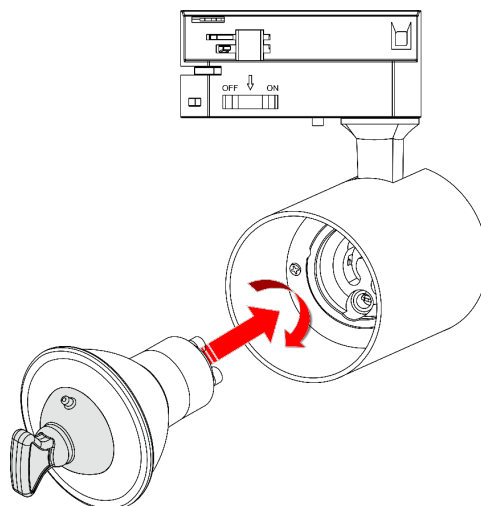

Abb. 05
- 02) Setzen Sie die Glühbirne in die **Lampenfassung (04)** ein und drehen Sie sie im Uhrzeigersinn, bis sie einrastet (siehe Abb. 05).